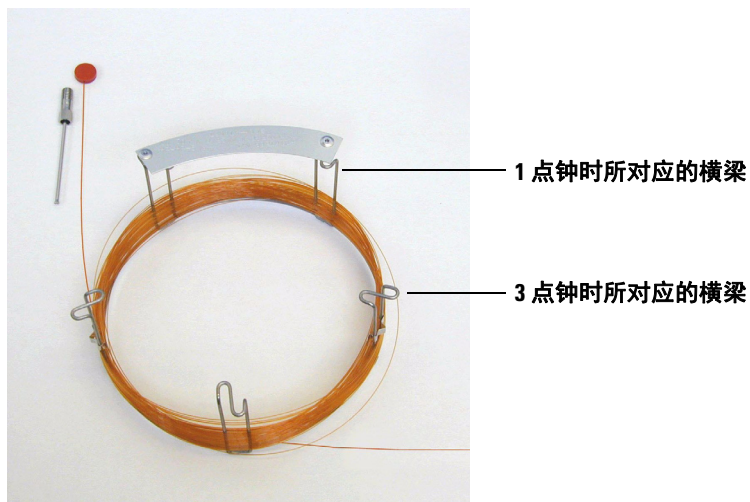

图 3 松开两圈的色谱柱
- 2 将色谱柱出口那边的隔垫取下，并将色谱柱松开两圈。请参见图 3。